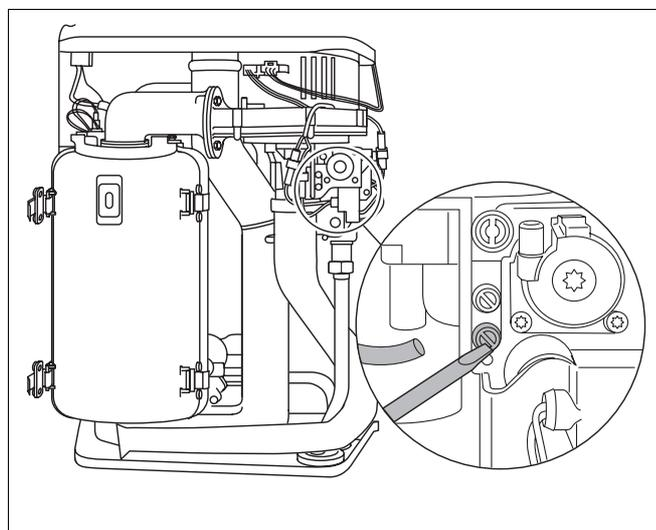

Fig. 19 Disaerare la tubazione di alimentazione del gas
- Allentare di due giri la vite di chiusura del nippel di prova per la pressione di collegamento gas e la disaerazione, e collegare il tubo (fig. 19).